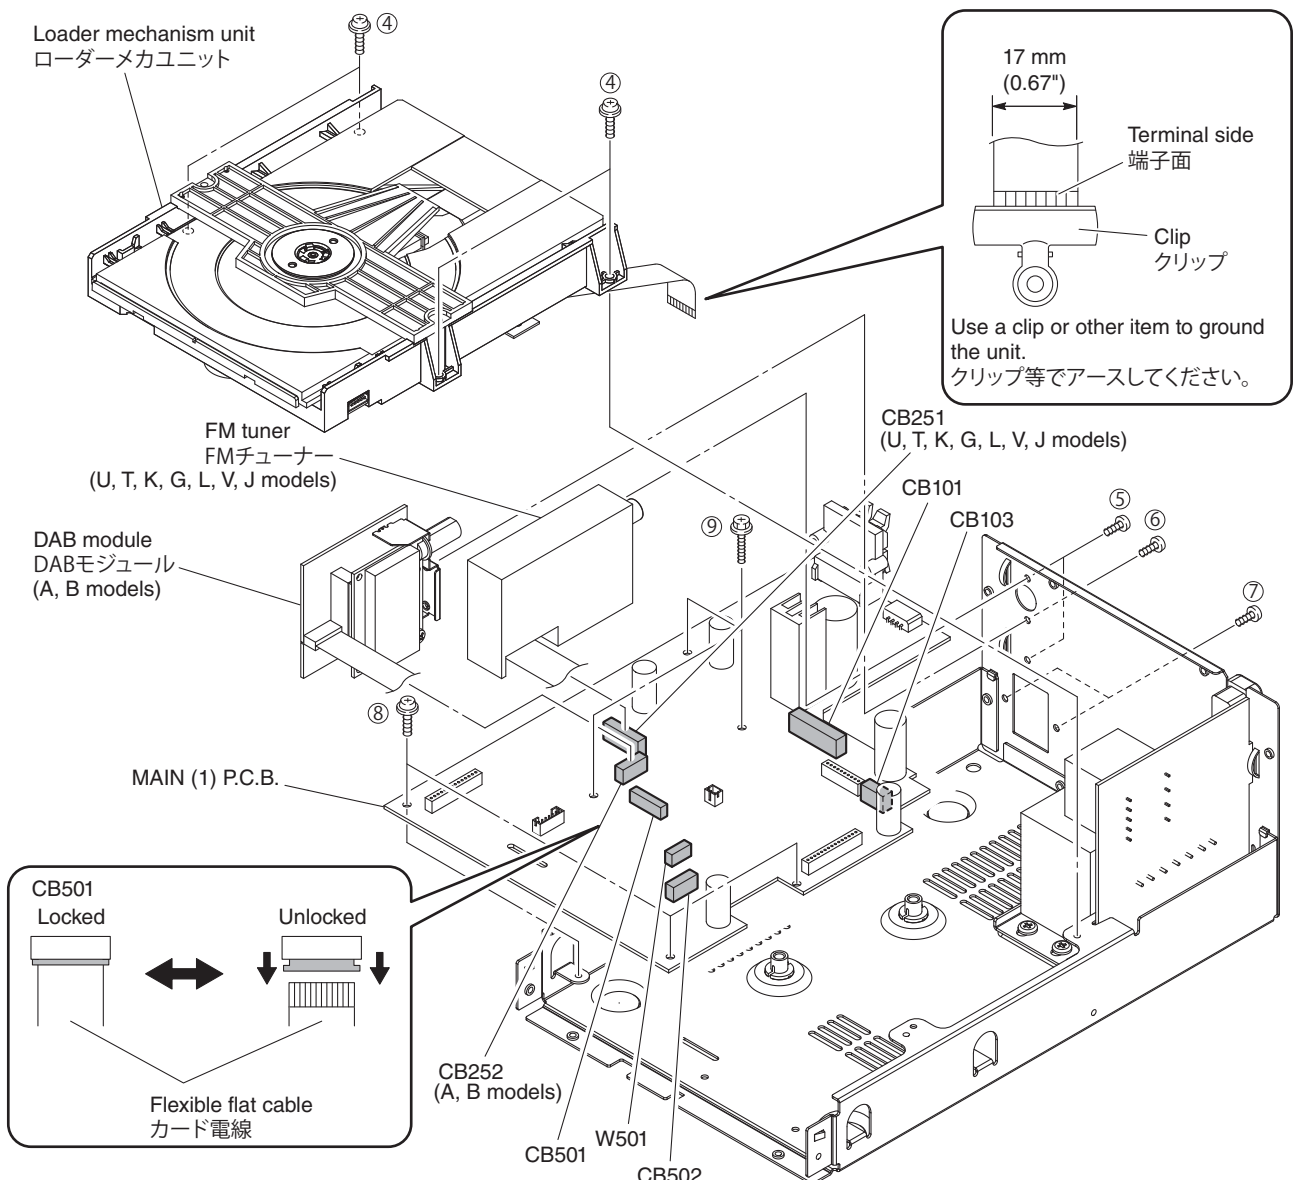

Fig. 2
- a. Remove 4 screws (④). (Fig. 2)
- b. Remove CB502 and W501. (Fig. 2)
- c. Unlock and remove CB4 and ground the terminal side of the flexible flat cable with a clip or the like. (Fig. 2)
- d. Remove the loader mechanism unit. (Fig. 2)
- a. Remove 2 screws (⑤). (Fig. 2)
- b. Remove CB251. (Fig. 2)
- c. Remove the FM tuner. (Fig. 2)
- a. Remove 2 screws (⑥). (Fig. 2)
- b. Remove CB252. (Fig. 2)
- c. Remove the DAB module. (Fig. 2)
**4. Removal of MAIN (1) P.C.B.**
- a. Remove 2 screws (⑦), 3 screws (⑧) and 3 screws (⑨). (Fig. 2)
- b. Remove CB101 and CB103. (Fig. 2)
- c. Remove the MAIN (1) P.C.B.. (Fig. 2)
- a. ④のネジ4本を外します。(Fig. 2)
- b. CB502、W501を外します。(Fig. 2)
- c. ロックを解除してCB501を外し、カード電線の端子面をクリップ等でアースします。(Fig. 2)
- d. ローダーメカユニットを取り外します。(Fig. 2)
- a. ⑤のネジ2本を外します。(Fig. 2)
- b. CB251を外します。(Fig. 2)
- c. FM チューナーを取り外します。(Fig. 2)
**4. MAIN (1) P.C.B. の外し方**
- a. ⑦のネジ2本、⑧のネジ3本、⑨のネジ3本を外します。(Fig. 2)
- b. CB101、CB103を外します。(Fig. 2)
- c. MAIN (1) P.C.B.を取り外します。(Fig. 2)